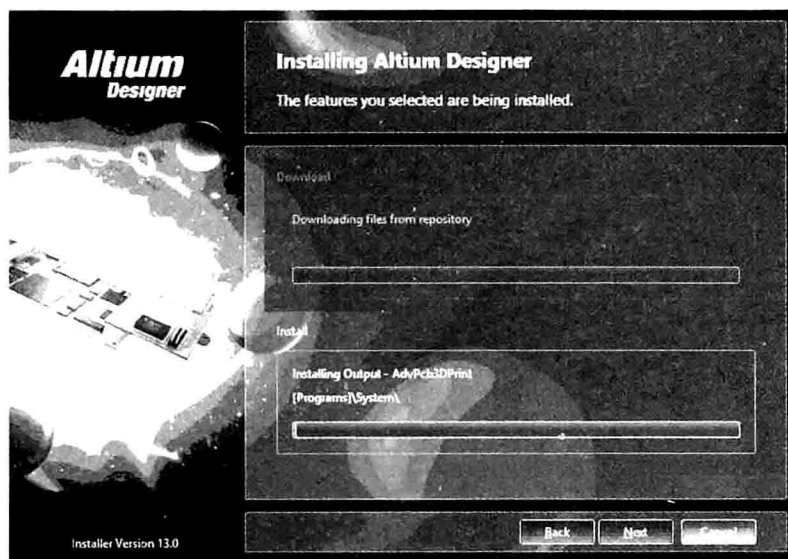

图 1-8 Altium Designer 2013 正在安装中
**步骤 08** Altium Designer 2013 正在安装中，如图 1-8 所示。